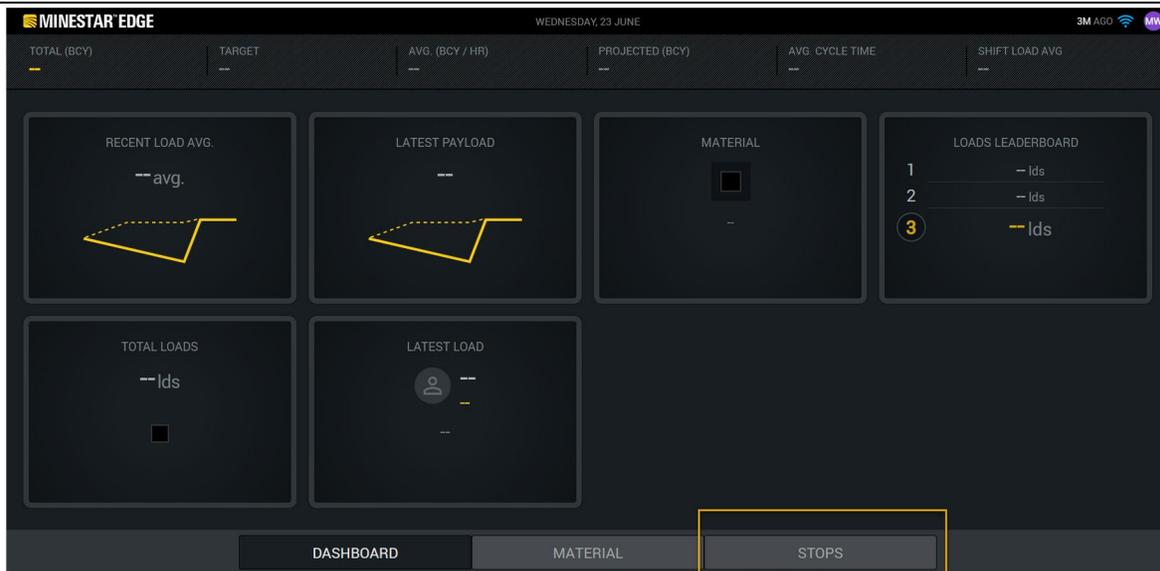

図 19
- オペレータは、オペレータディスプレイから停止理由を指定することができます。正常にログインした後、図19に示したように、画面下部の"STOPS" (停止) ボタンを押します。